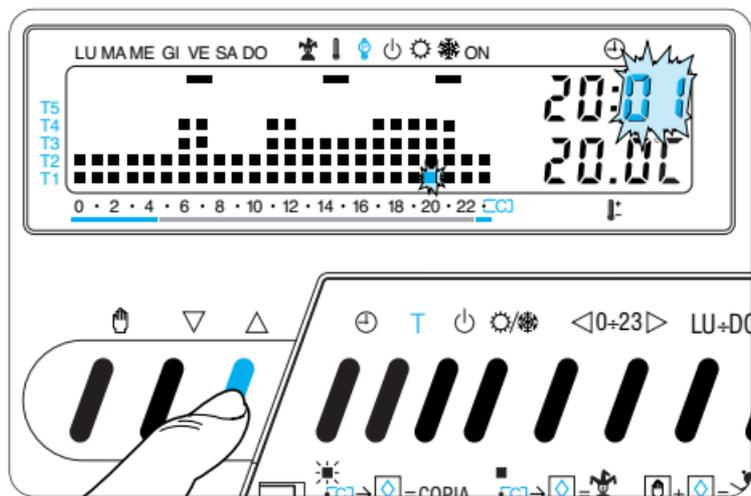

Fig. 19
**5.2** - Premere il pulsante ▽ (indietro) o △ (avanti) sino a che non si raggiunge il valore esatto dei minuti (fig. 19).